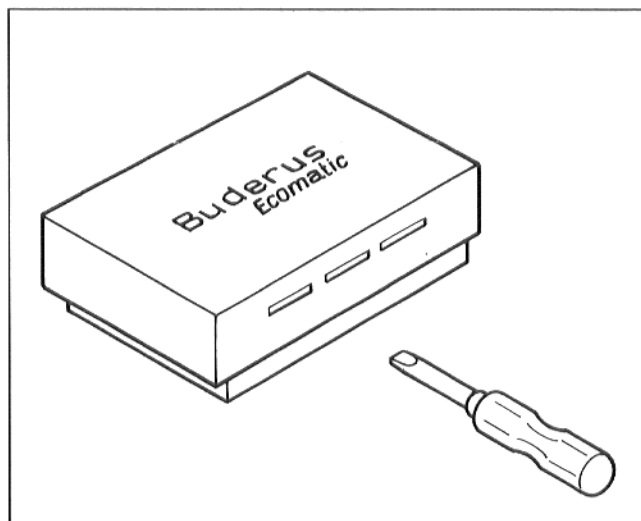

Fig. 1
- 2.1 Soulever le couvercle à l'aide d'un tournevis (Fig. 1).